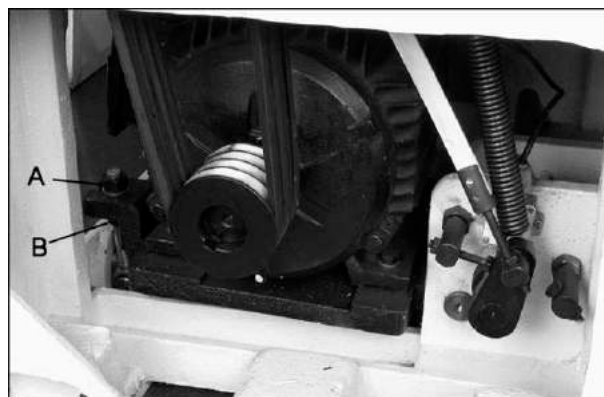

Рис.34
3. Ослабьте верхнюю гайку (А, Рис.34). Поместите под площадку двигателя деревянный брусок. Используя брусок в качестве рычага, приподнимите двигатель, при этом ослабнет натяжение ремней.
6. Натяните ремни, ослабляя нижнюю гайку (В, Рис.34) и затягивая верхнюю гайку (А, Рис.34). Натяжение ремней должно быть таким, чтобы от легкого давления пальцем в середине ремня, прогиб составлял примерно 20 мм.